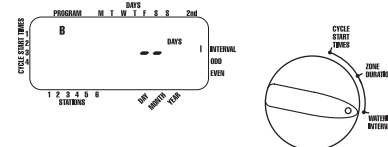

FIGURA 7: Display a cristalli liquidi con intervalli d'irrigazione
- Portare il disco combinatorio ruotante su **WATERING INTERVAL** (intervallo d'irrigazione). Il cursore lampeggerà a sinistra della parola **INTERVAL** [vedere figura 7].